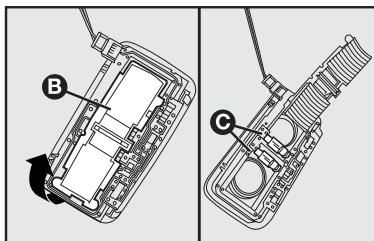

fig. 22
- abrir la puerta de protección **B-fig. 22**;